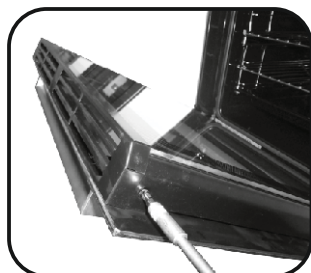

Figura 3
- Retirar los tornillos tal y como se muestra en la Figura 3. (Figura 3)